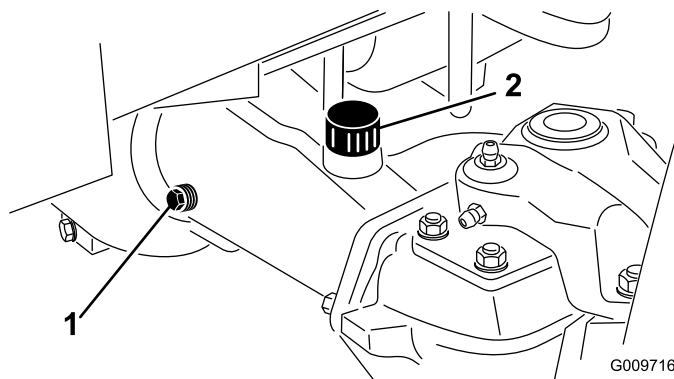

Figura 72
2. Togliete il tappo di controllo da un'estremità dell'assale (Figura 72) e verificate che l'olio raggiunga la base del foro. Se il livello è basso, togliete il tappo di riempimento (Figura 72) e rabboccate con olio finché non raggiunge la base del foro del tappo di controllo.